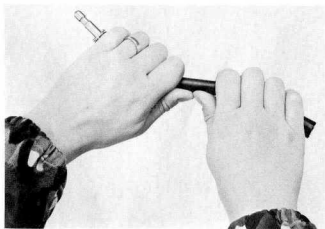

Fig 16: Biegen des Schwannenhalses von Hand
- b. Schwannenhals von Hand in die richtige Stellung biegen (Fig 16) und mit Antenne trennen;